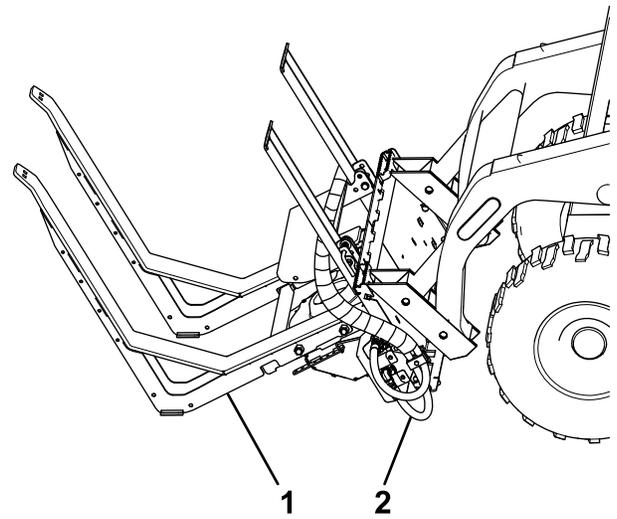

Bild 11
5. Verbinden Sie die Hydraulikschläuche mit den Anschlüssen des Kompaktladlers (Bild 11).
2. Fahren Sie mit dem Kompaktlader vorwärts an die Rückseite der Streuerrahmens (Bild 11).